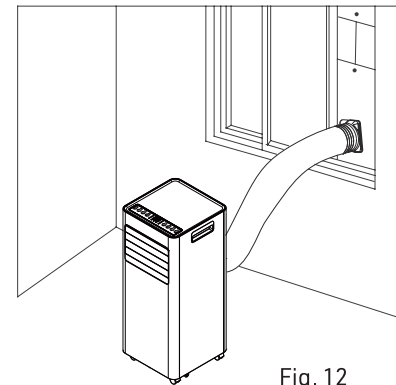

Fig. 12
- 2.) Inserire il tubo di scarico dell'aria nella piastra per l'isolamento della finestra, regolare la larghezza di apertura della finestra di modo che combaci bene con la piastra, la lunghezza della piastra per l'isolamento è regolabile (come illustrato nelle figure 12 e 13).